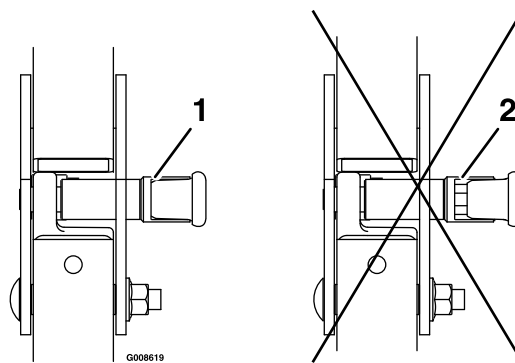

Рисунок 9
3. Натисніть на трубчастий каркас і переконайтеся, що обидва штифти зафіксовані (Рисунок 9).
1. Підніміть трубчастий каркас в робоче положення і повертайте руків'я до тих пір, поки вони частково не увійдуть в пази (Рисунок 9).
2. Підніміть трубчастий каркас в повністю вертикальне положення, одночасно натискаючи на верхню частину трубчастого каркасу, щоб штифти зайняли своє положення, коли отвори будуть на одному рівні зі штифтами (Рисунок 9).